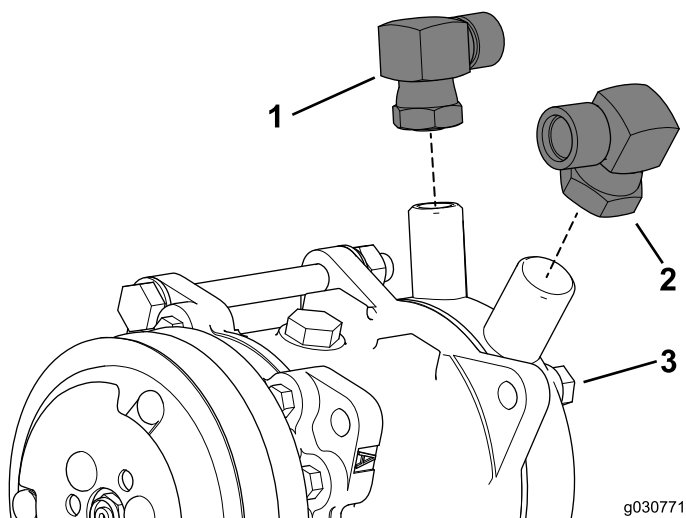

图41
1. 将低压或进气口的直角接头（7/8 英寸）安装到空调泵上（图41）。
3. 将高压或排气口的直角接头（3/4 英寸）安装到空调泵上（图41）。